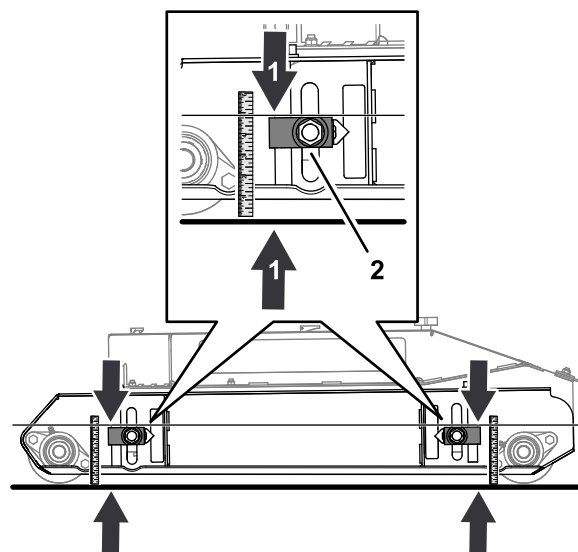

Рисунок 73
1. Ослабьте гайки крепления блока регулировки высоты скашивания (Рисунок 73).
землей не станет равным 124 мм (**Рисунок 73**).